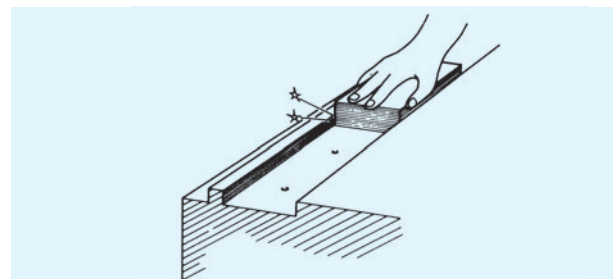

Abb. 2 Montagefläche reinigen
① Die Montagefläche mit einem Ölstein abziehen, sowie Grate, Unebenheiten und Schmutz entfernen (siehe Abb. 2).